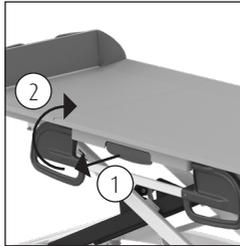
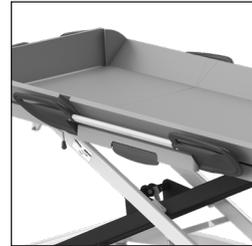

Abbildung 4 Seitengitter unten.
Abbildung 5 Seitengitter breit.
- Das Seitengitter verriegelt automatisch, wenn das Seitengitter angehoben wird (siehe Abbildung 4).
- Das Seitengitter kann in zwei Positionen eingestellt werden: breit und schmal. Wenn Sie das Seitengitter hochklappen, wird es zunächst in der breiten Position verriegelt (siehe Abbildung 5). Durch Ziehen des Verriegelungshebels (siehe Abbildung 4) können Sie das Seitengitter wieder in seine schmale Position bringen.